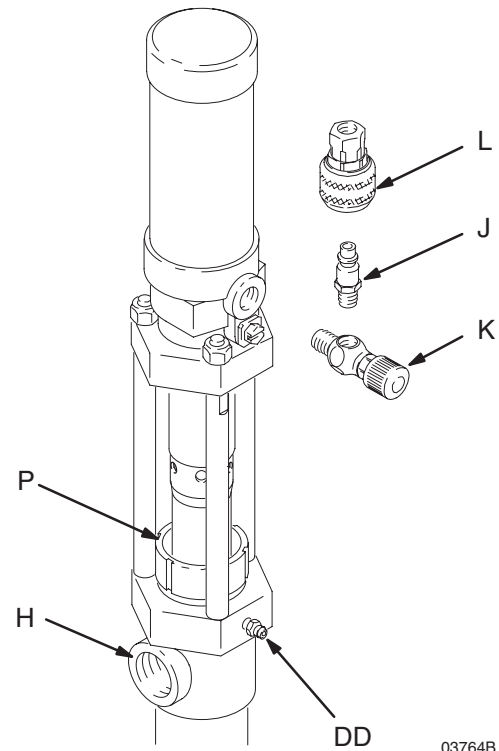

Fig. 5
Llene la cubeta húmeda (P) hasta la mitad con líquido de sellado TSL Graco o con un disolvente compatible y manténgala siempre medio llena para evitar que se seque el producto en el eje del pistón y dañe las empaquetaduras de la bomba. Observe la Fig. 5.
Lubrique las empaquetaduras frecuentemente cuando se bombeen fluidos no lubricantes, o cuando se pare la bomba durante un período superior a dos días. Algunas bombas disponen de un racor de engrase (DD) para este fin. Observe la Fig. 5.
Compruebe periódicamente el apriete de la tuerca prensaestopas (P). Libere la presión y después apriete lo suficiente para impedir las fugas, si apretar más allá. Vea la Fig. 5. Si no pueden pararse las fugas, cambie las empaquetaduras para evitar exponerse al líquido que está siendo bombeado.